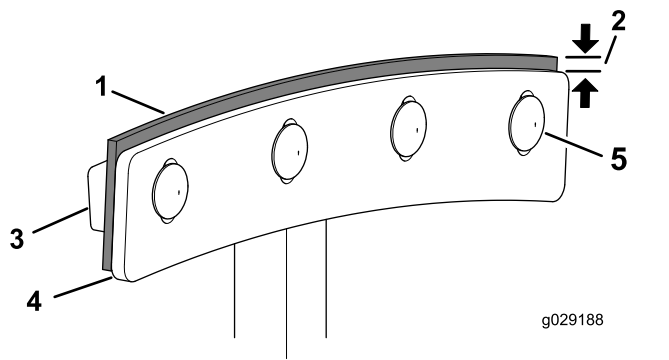

Figura 70
4. Afloje los pernos de cabeza redonda y las contratuercas prensadas que sujetan la hoja de la pala y la escobilla a la paleta (Figura 70).